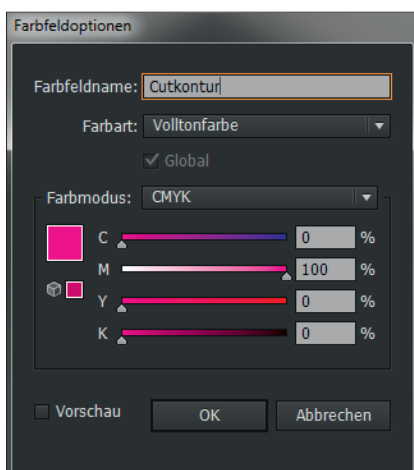

Abb. 1
3. Legen Sie eine Sonderfarbe in 100% Magenta an und nennen diese „Cutkontur“, s. Abb. 1.